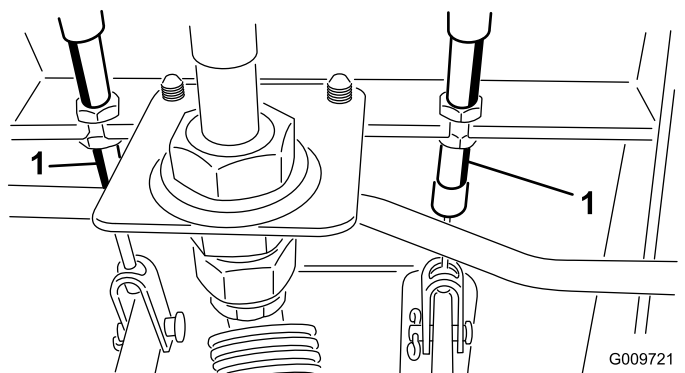

Figura 113
- A. Desaperte a porca dianteira na extremidade roscada do cabo do travão (Figura 113).